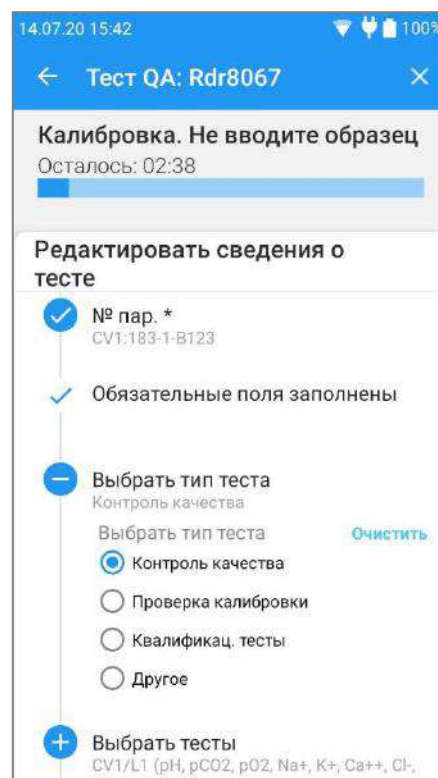

Рис. 20.
4. Выберите тип теста в раскрывающемся меню (рис. 20).